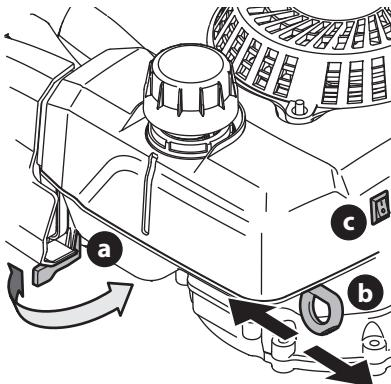

Figura 7
- Si se incluye, asegúrese de que la válvula de paso de combustible (a) esté en la posición "ON" (Figura 7).